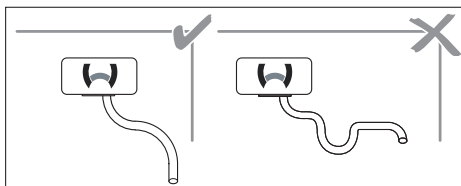

Fig. 18: Éviter la formation de siphons (risque d'accumulation de condensat)
- ▶ Monter les tuyaux d'échappement de l'appareil de chauffage d'un bout à l'autre en pente descendante de manière à ce que le condensat puisse être évacué. Voir Fig. 18.